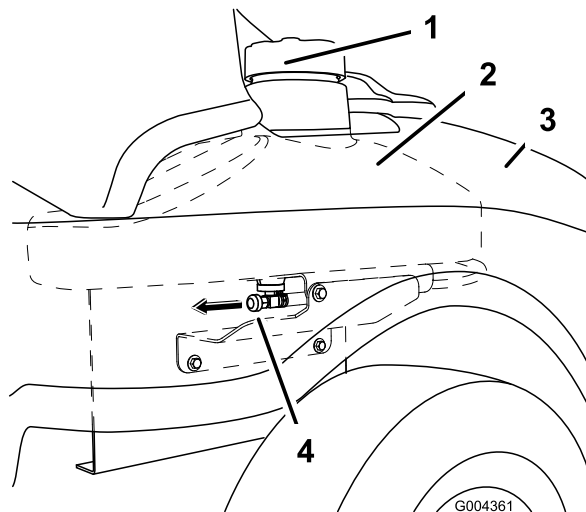

Figura 39
3. Cierre la válvula de cierre del combustible, ubicada debajo de la parte delantera del depósito de combustible (Figura 39).
7. Abra la válvula de cierre de combustible. Deje fluir el combustible a una lata u otro recipiente (Figura 39).